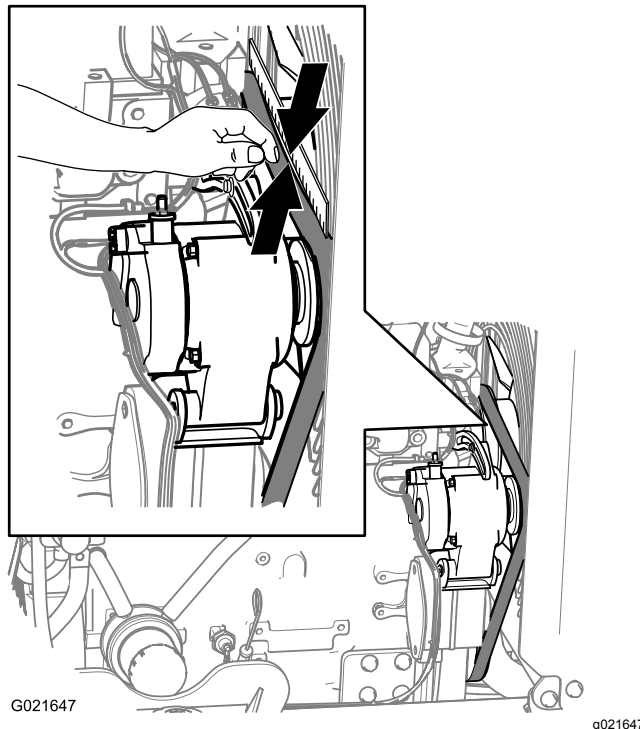

Figura 117
3. Inspeccione a correia quanto a cortes, rachaduras, fios soltos, graxa, óleo, torção ou sinais de desgaste anormal (Figura 117).
3. Posicione uma régua sobre a correia, entre as polias, como mostra a Figura 117.
4. Pressione a correia para baixo no ponto intermediário entre a polia do ventilador e a polia do alternador, como mostrado na Figura 117.